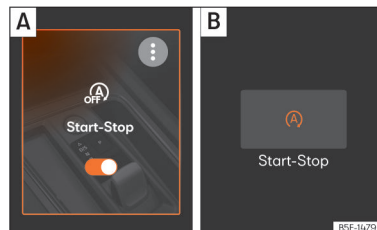

Abb. 120 Im Bildschirm des Infotainment-Systems: Start-Stop-System eingeschaltet.
Wenn das Symbol (A) orange eingeblendet wird **>>> [Abb. 120]**, ist das System aktiviert und leitet den Stopp und den Start ein. Wenn das Symbol (A) weiß eingeblendet wird, ist das System ausgeschaltet.